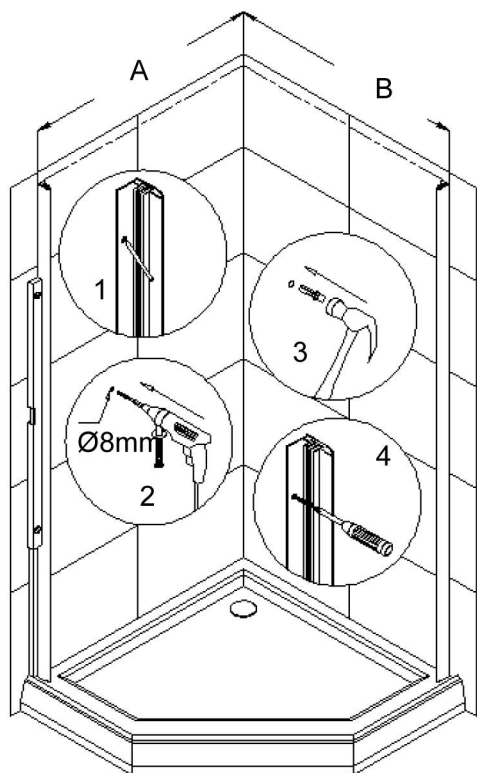

Рис. 3
3. Прислоните **Стенной профиль (01)** к стене на расстоянии 985мм от угла до наружной стенки профиля. Разберите **Стенной профиль** и отметьте отверстия на стене сквозь отверстия в **Стенном профиле (01)**. Уберите **Стенной профиль** в сторону, просверлите отверстия используя сверло диаметром $\varnothing=8\text{мм}$ и вставьте **Дюбеля (08)**. Во избежание потенциальной течи, нанесите слой герметика вдоль отверстий на стене. Снова поместите **Стенной профиль** обратно на **Поддон (21)** и зафиксируйте **Стенной профиль** к стене **Шурупами с полукруглой головкой ST4.2x30 (11)**. Также установите другой **Стенной профиль**. (Рис. 3)